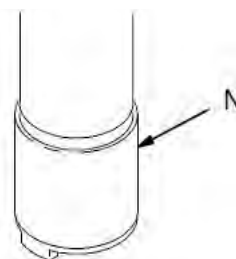

Рис. 4
Дайте насосу медленно поработать не менее 5 минут, затем остановите его и отсоедините шланг для сжатого воздуха. Надавите на шарик впускного клапана (N), чтобы слить жидкость из нижней части насоса. См. раздел Рис. 4. Переверните насос, чтобы слить жидкость из верхней части насоса.